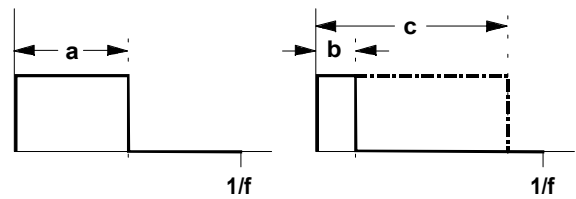

Abb. 2: verschiedene Pulsweiten einer Pulsweite
Der VCO liefert am Ausgang ⑦ eine Pulsweite. Sie können die **Pulsweite** (s. Abb. 2) manuell einstellen oder per Steuerspannung verändern (**Pulsweitenmodulation**).
Je weiter die Pulsweite von der symmetrischen Pulswelle abweicht (s. Abb. 2, b und c), desto geringer wird der Anteil unterer Harmonischer; der Klang wird zunehmend "spitzer" und "nasaler".
④ PW
Mit dem Regler ④ stellen Sie die Pulsweite (engl. *pulse width*) der Pulswelle ein, die Sie am Ausgang ⑥ abgreifen können (s. Abb. 2 und Beschreibung zu ⑥).
⑤ PW CV 2